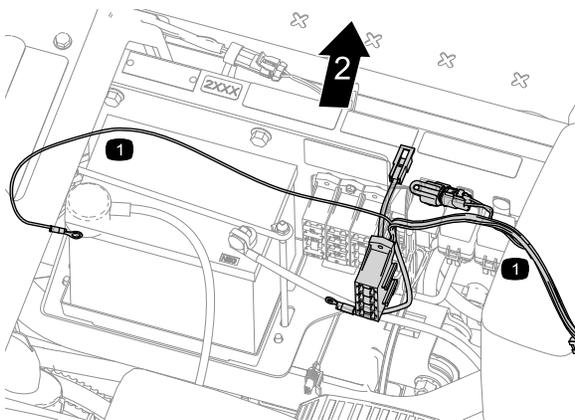

Figura 6
1. Disponete il cablaggio preassemblato sotto il sedile (Figura 6).